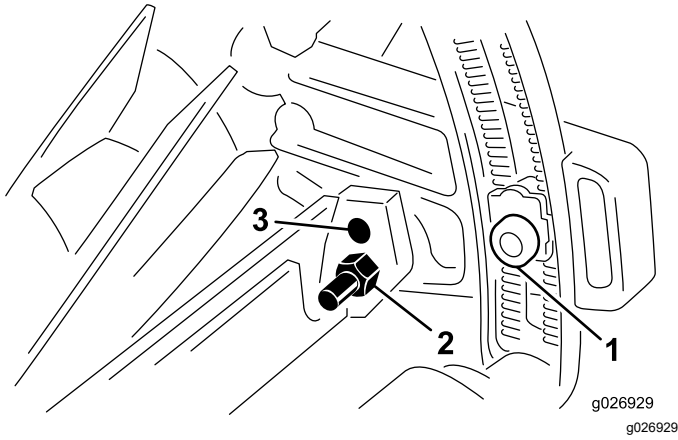

Bild 7
1. Lösen Sie die Kopfschrauben, mit welchen die Einstellmutter in den Rollenhalterungen befestigt sind (Bild 7).